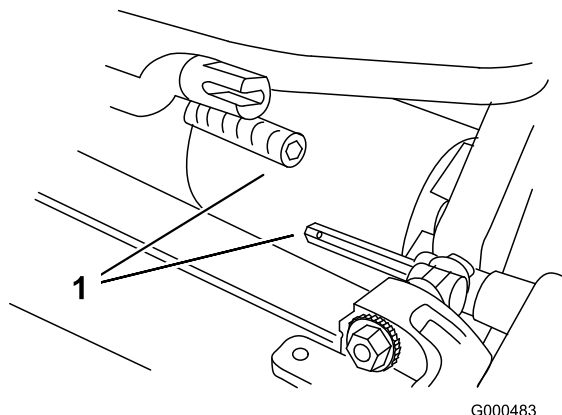

Figura 48
6. Empurre a unidade de corte para a frente, cerca de 51 mm, e posteriormente para a direita de modo a desengatar a união da transmissão (Figura 48).